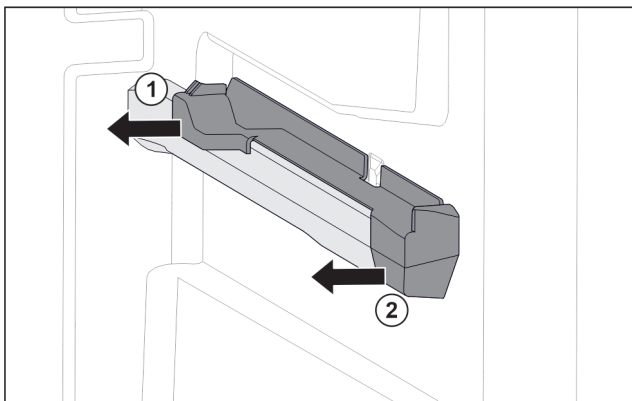

Fig. 45 Element nasadzany na prawym żębrze pojemnika
- ▶ Odciągnąć element nasadzany z tyłu w bok. Fig. 45 (1)
- ▶ Odciągnąć element nasadzany z przodu w bok. Fig. 45 (2)